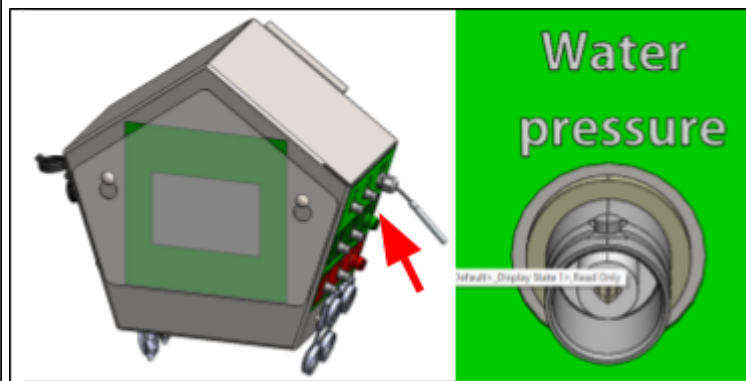

Abbildung 52.
- o Verbinden Sie das Kabel des Drucksensors mit dem Anschluss „Water pressure“ am Schaltschrank (siehe Abbildung 52).